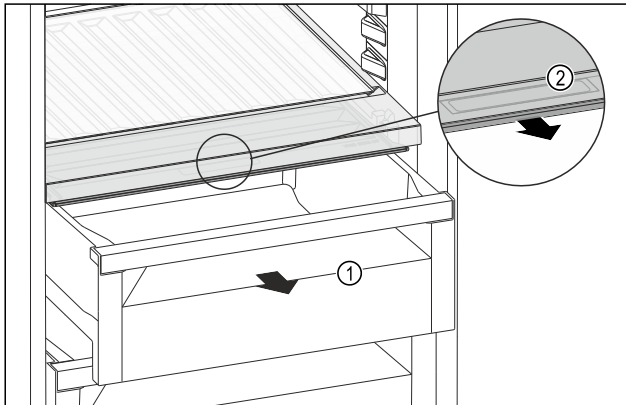

Fig. 116
- ▶ Извлеките выдвижной ящик Fig. 116 (1).
- ▶ Возьмитесь за утопленную ручку Fig. 116 (2) на крышке отделения и одновременно потяните крышку отделения вперед.